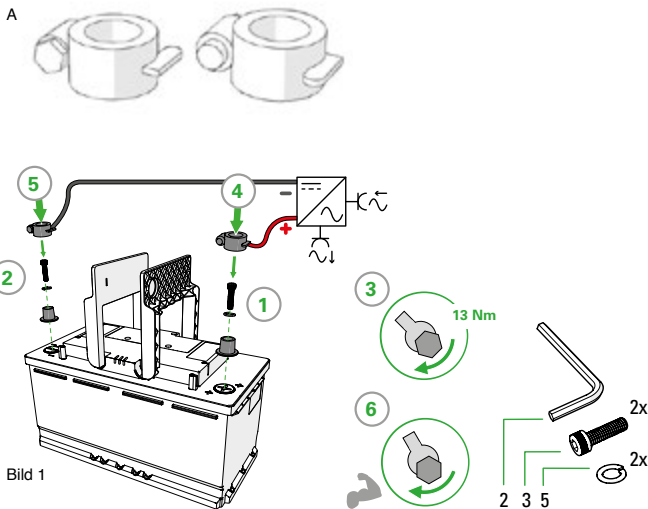

Bild 1
1. Anslut laddaren och lasten till batteriet X2 (+). (Bild 1)
2. Anslut laddaren och lasten till batteriets X1 (-) -uttag. (Bild 1)